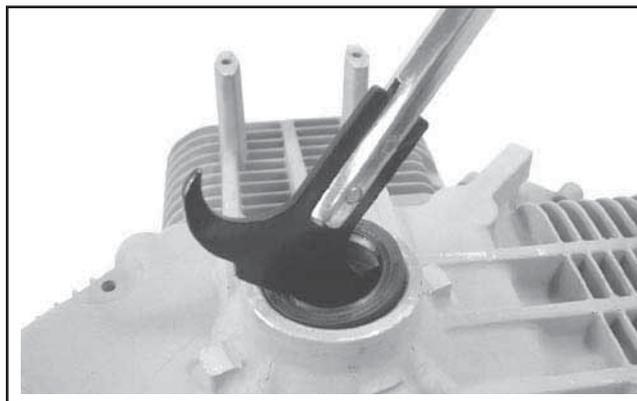

Figure 9-77. Enlèvement du déflecteur d'huile.
1. Enlever le déflecteur d'huile du carter moteur. Voir la Figure 9-77.